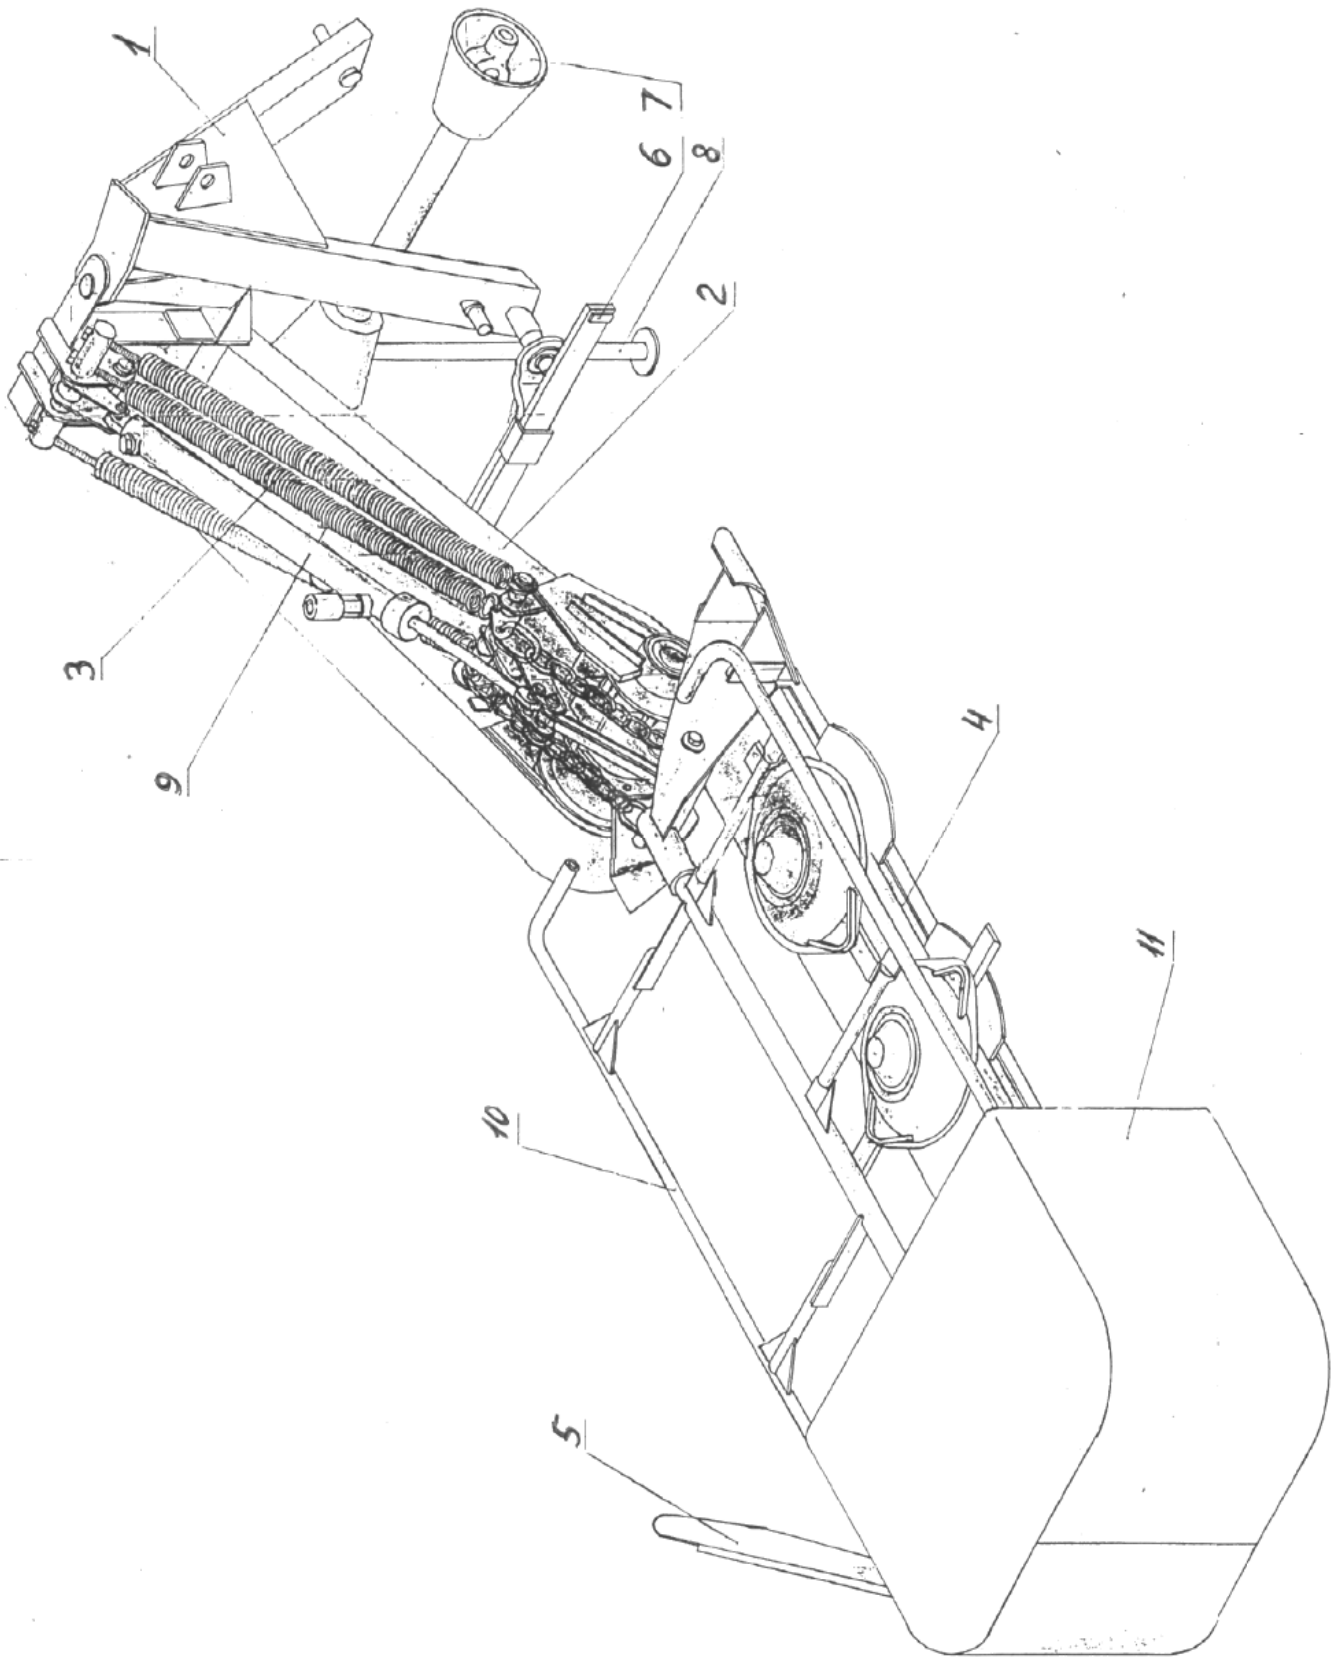

Рис.1 Общй вид косилки
3.1 Косилка ротационная (рис.1 и 2) состоит из: 1 - КРН 21.000- рамы навески, 2 – КРН 23.000-подрамника, 3 – КРН 20.050-механизма уравнивания, 4 – КРН 29.000 - режущего аппарата, 5 – КРН 27.000 - полевого делителя, 6 - КРН 26.000 - тягового предохранителя, 7 – КРН 40.000 - механизма привода, 8 – КРН 28.000 - стойки, 9 – КРН 31.000 - гидрооборудования, 10, 11 – КРН 32.000, КРН 33.000 - ограждения режущего аппарата.